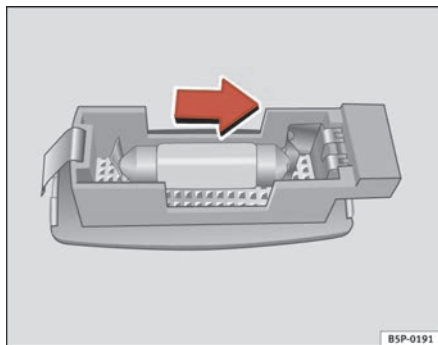

Abb. 196 Ausbau der Leuchte in der Sonnenblende
- Hebeln Sie das Lampenglas mit einem Schraubendreher vorsichtig an der Vertiefung ab, wie dies in der Abbildung gezeigt wird ⇒ Abb. 196.
⇒ Abb. 196. ■